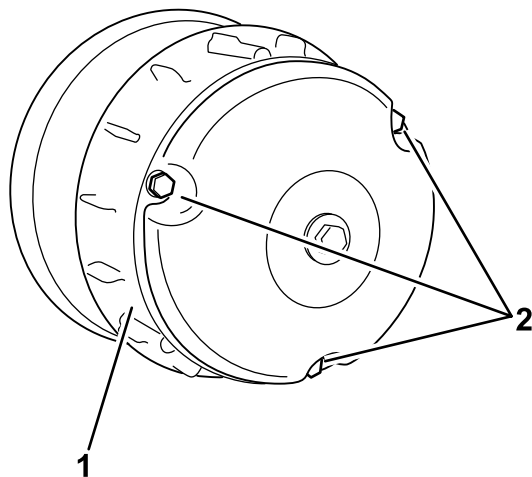

Figura 50
2. Retire os 3 parafusos que fixam a tampa à embraiagem e retire a tampa (Figura 50).
4. Coloque a tampa da embraiagem e fixe-a com os 3 parafusos (Figura 50) que retirou em 2.